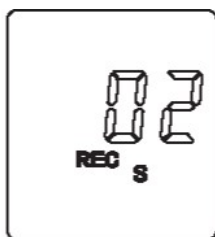

Рис.4
6. Для установки времени записи данных (на дисплее мигают значки «REC» и «S») используйте клавиши ∇ ^{MAX} и \blacktriangle ^{HOLD} возможно установить от 1 до 60 секунд. (Рис.4)